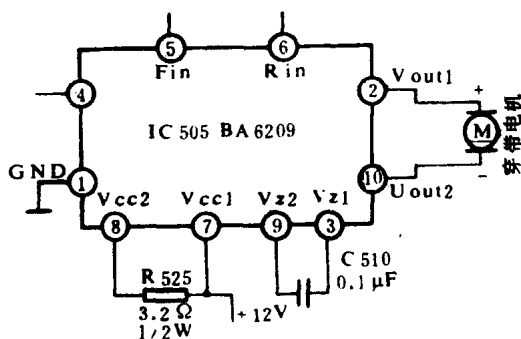

图 2 - 1 穿带电机驱动电路
上找到 CN - H 插座。在重放状态下测①脚、②脚无电压，拔下插头，测穿带电机正常，初步确定穿带电机驱动电路故障。驱动电路如图 2 - 1 所示。